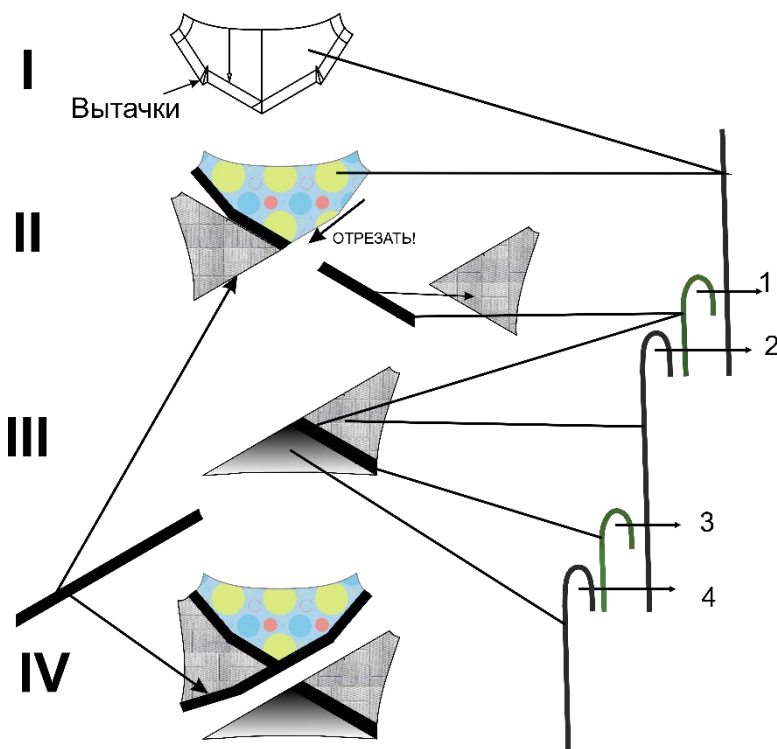

Рис. 1
5. Стачайте вытачки на верхней части полочки. Припуски вытачек заутюжьте к центру (Рис. 1, римская цифра I)
8. Приметайте, а затем притачайте правую боковую часть полочки к верхней, совмещая нижние срезы верхней части полочки и отделочной ленты и верхний срез боковой части полочки (Рис. 1, римская цифра II).
11. Приметайте, а затем притачайте нижнюю часть полочки к левой боковой части полочки, совмещая нижний срез боковой части полочки, нижний срез косой ленты и боковой срез нижней части полочки. Отогните нижнюю часть на лицевую сторону и приутюжьте (Рис. 1, римская цифра III).
13. Отогните ленту на лицевую сторону и приутюжьте (Рис. 1, римская цифра IV).